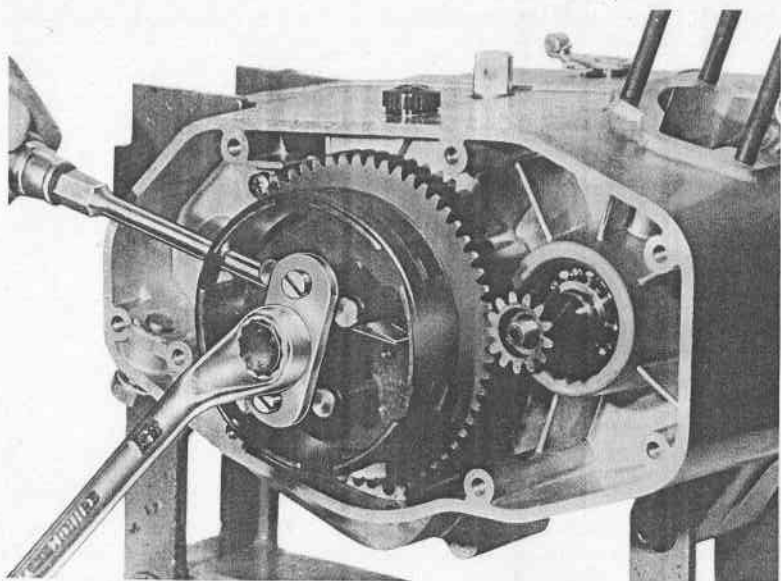

Fig. 16 - Estrazione disco porta colonnette
- Rimuovere il «disco porta colonnette», usando l'apposito estrattore matricola 0005.007.00. Questo attrezzo va applicato al disco, avvitando le due viti laterali. Agire sulla vite centrale dell'estrattore, con una normale chiave da 17 mm., trattene-ndo fermo il disco con la stessa chiave che è servita nell'operazione precedente, per lo sbloccaggio del dado (fig. 16).